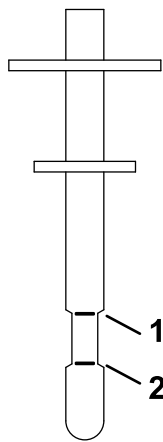

Рисунок 67
7. Помістіть щуп у заливну горловину, вийміть його та перевірте рівень рідини (Рисунок 67).